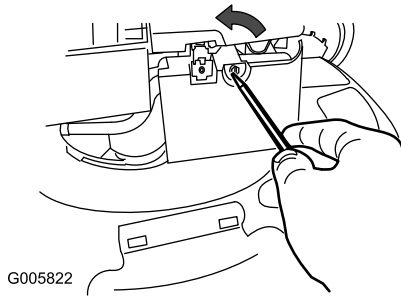

Bild 26
1. Öffnen Sie die Luftfilterabdeckung mit einem Schraubenzieher (Bild 26).